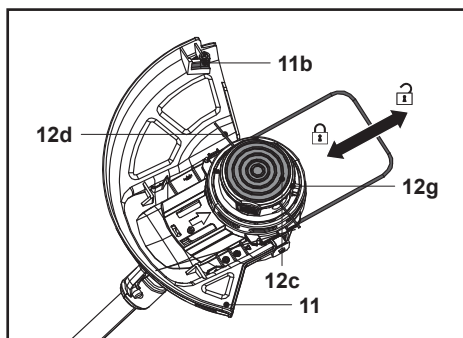

Fig. 23
1. Retourner la tête de coupe-bordures (12).
2. Appuyer sur le bouton-poussoir de déverrouillage (12g) tout en tirant sur les fils de coupe (12d). La bobine de coupe-bordures (12c) libère les fils de coupe (Fig. 23).